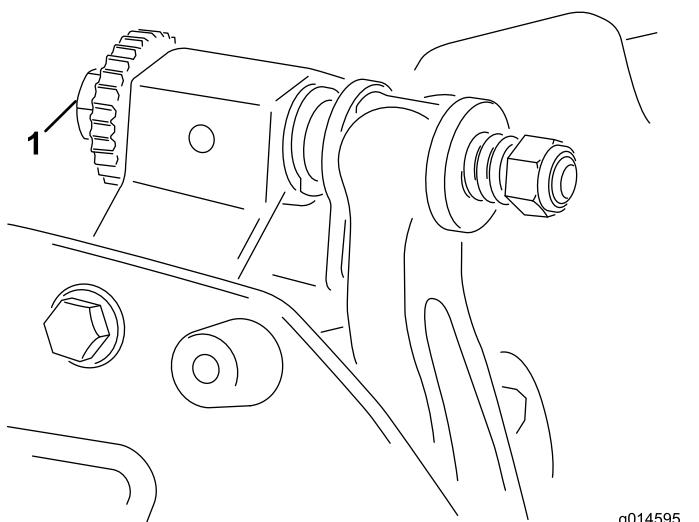

Рисунок 9
- Поворачивайте регулировочные винты неподвижного ножа по часовой стрелке (Рисунок 9) по одному щелчку за раз, чтобы можно было ощутить и услышать легкий контакт.
6. Поворачивайте правый регулировочный винт планки неподвижного ножа (Рисунок 9), пока не почувствуете легкое давление на регулировочной прокладке при перемещении ее из стороны в сторону. Удалите регулировочную прокладку.